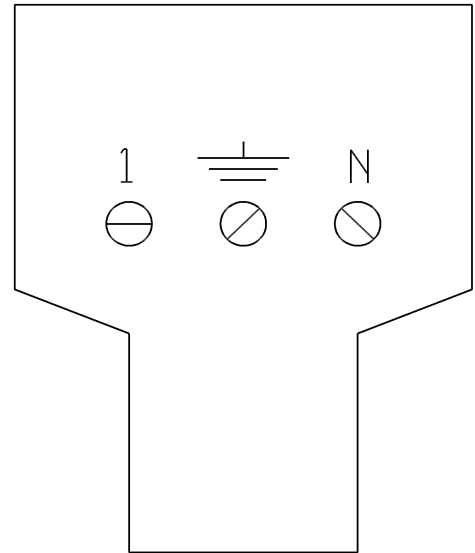

Abb. 9
- Das gelieferte Speisekabel an den Verbinder, der an der Rückseite der Kaffeemaschine liegt, verbinden. Den Verbinder dann an die Speisestation durch die an der Rückseite der Säule liegende Klemmleiste verbinden (Abb. 9). Die Klemmleiste benötigt eine 230V einphasige Netzspannung.